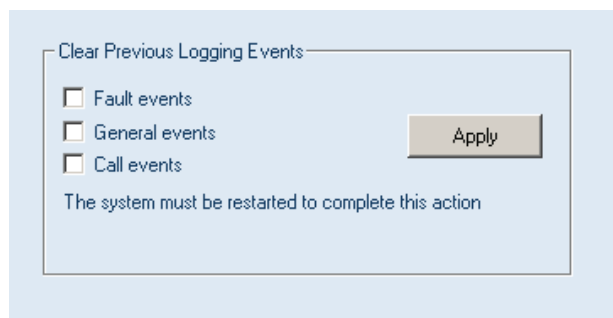

figura 37.10: Clear logging
- 1 Haga clic en el botón *Clear logging* en la barra de navegación. Se mostrará una pantalla similar a la indicada en figura 37.10.